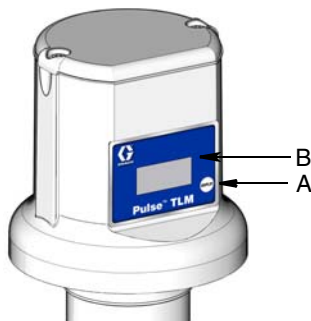

ABB. 2
2. Die Display-Taste (A, ABB. 2) gedrückt halten, bis auf dem Display (B) „REGISTER“ erscheint.